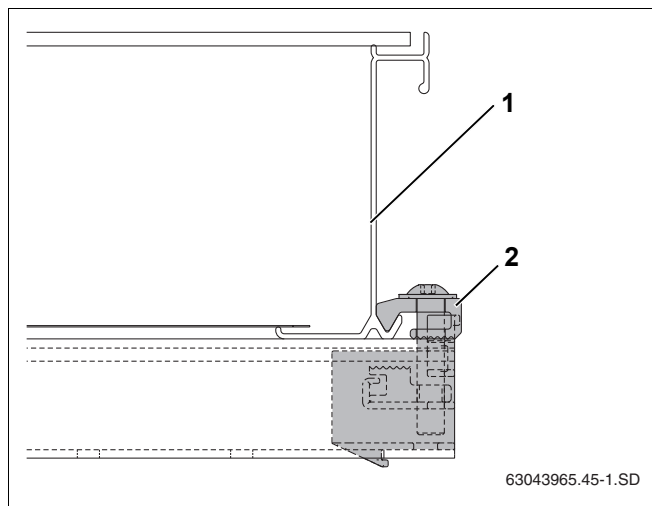

Fig. 44 Clemă de prindere simplă înșurubată
- Se împinge colectorul (Fig. 44, **Poz. 1**) cu atenție în clema de prindere simplă și se așează orizontal.
- Se înșurubează clema de prindere simplă cu cheia SW5 (Fig. 44, **Poz. 2**).
Partea inferioară (Fig. 44, **Poz. 2**) a clemei de prindere a colectorului prinde acum cantul inferior al colectorului.